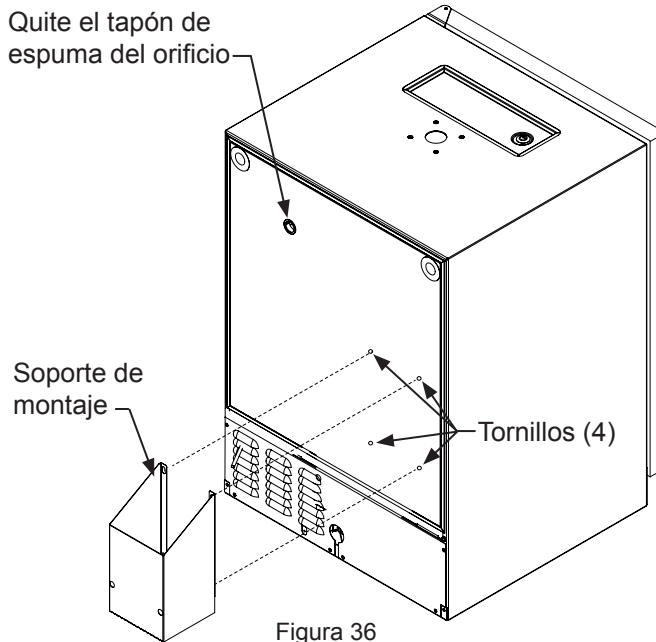

Figura 36
Monte los (4) tornillos (tornillos mecánicos de cabeza plana, #10-32 x 3/4"), suministrados con el soporte, en la parte posterior del artefacto. Vea la Figura 36. No los apriete por completo. Coloque las ranuras tipo bocallave de las pestañas del soporte sobre los cuatro tornillos, y apriételos para sujetar el soporte a la parte posterior del gabinete. El soporte puede también sujetarse al gabinete adyacente mediante los tornillos para madera #10 x 3/4" provistos. Marque las ubicaciones de los agujeros donde sea necesario, mediante un lápiz y las ranuras del soporte de montaje. Perfore los agujeros guía apropiados (según el material en el que está haciendo el montaje), y asegure el soporte según las instrucciones precedentes.
Quite el tapón de espuma del orificio, como se muestra en la Figura 36, y pase la línea roja de CO₂ a través de la pared posterior y hacia afuera de la cubierta del serpentín, en el interior del gabinete. Conecte la línea roja de CO₂ al acoplador del barril.